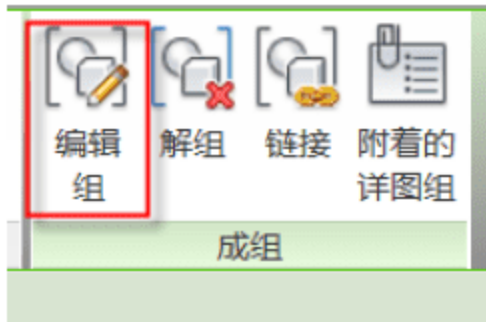

图 5.3.43 编辑组
**注意：**各种组均可以在成组后继续编辑，选中组后单击修改面板上的“编辑组”即可，如图 5.3.43 所示。